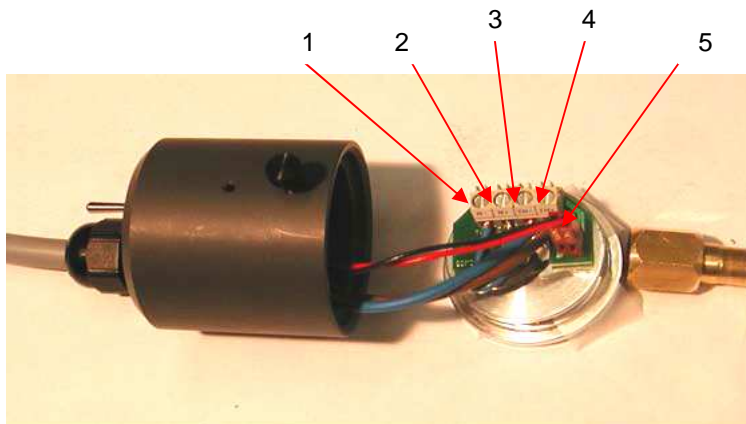

Figure 6
- Fixez le câble bleu et brun comme indiqué sur la figure 6 (1+2).
- Mettez le disjoncteur sur la fiche du socle (5).
- Fixez le câble bleu et brun comme indiqué sur la figure 6 (3+4).